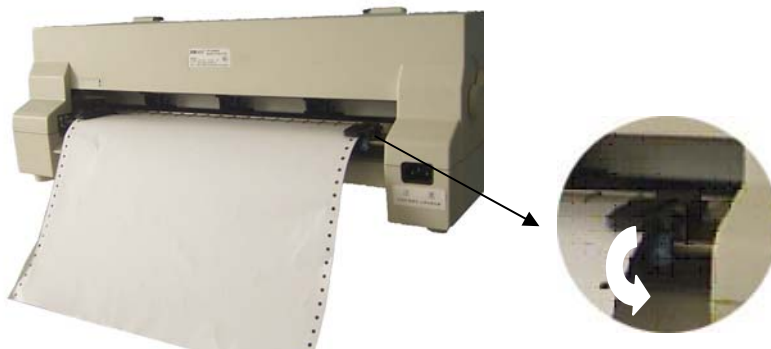

图 3-13 锁定右链轮位置
9. 移动右链齿盒把纸拉平，再按下锁定杆将其锁定（如图 3-13 所示）。